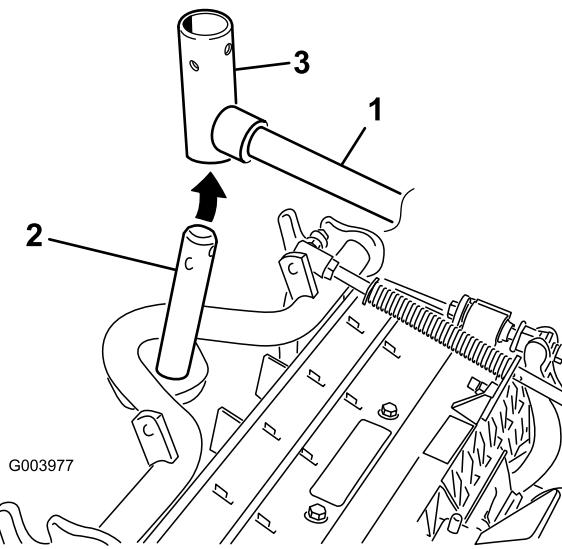

图7
7. 对于前滚刀组，在将承载架轴向上插入提升臂轴轭的同时，把滚刀组滑到提升臂下方（图7）。
- B. 将提升臂枢轴插入承载架轴的上方（图7）。